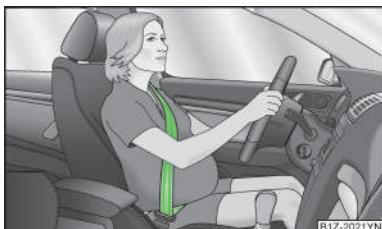

图 9
- 孕妇必须特别注意，腰部安全带部分应贴紧骨盆且尽可能低，以免腹部受压»图 9。